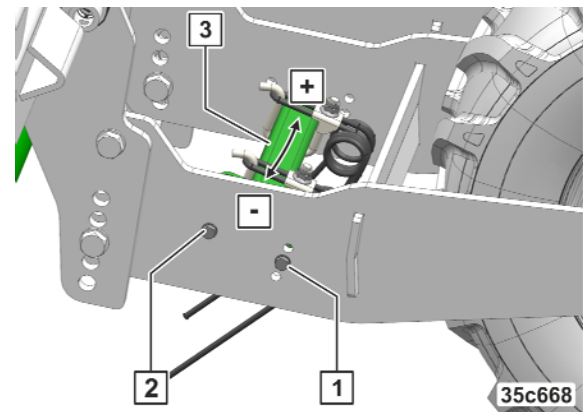

Fig. 200
1. Mutter (Fig. 200/2) lösen.
2. Schraube (Fig. 200/1) lösen und entfernen.